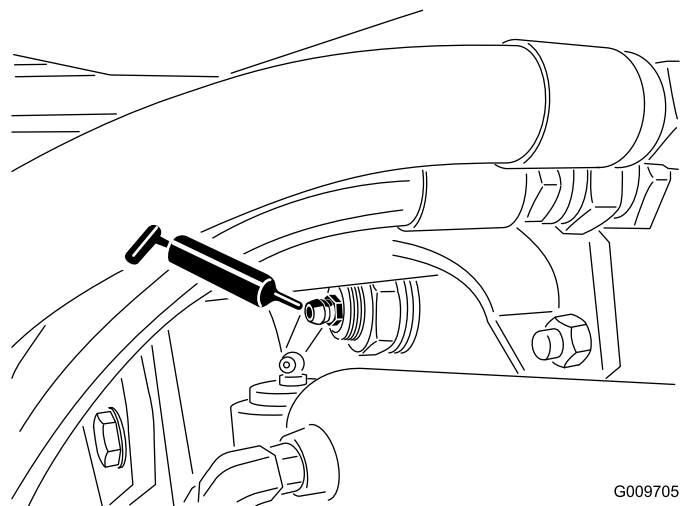

Figura 36
- Casquillos de pivote de eje trasero (2) tal y como se muestra en la Figura 36